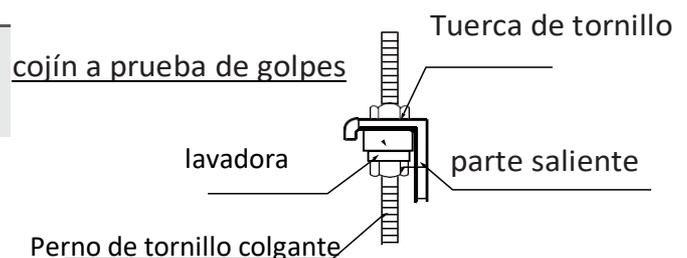

Fig. 4.9
9. Montar la unidad interior en los pernos de tornillo colgantes con un bloque. Coloque la unidad interior plana usando un indicador de nivel para evitar fugas. (Ver la Fig. 4.9).